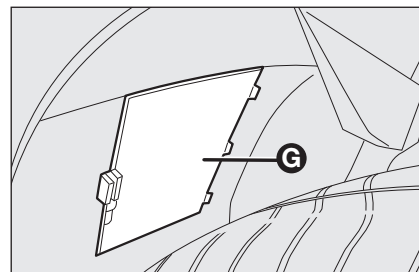

fig. 13
- ☐ Drej hjulene helt over til den ene side for at få adgang til lågen **G-fig. 13**, åbn lågen og afskru fastgørringsanordningen.